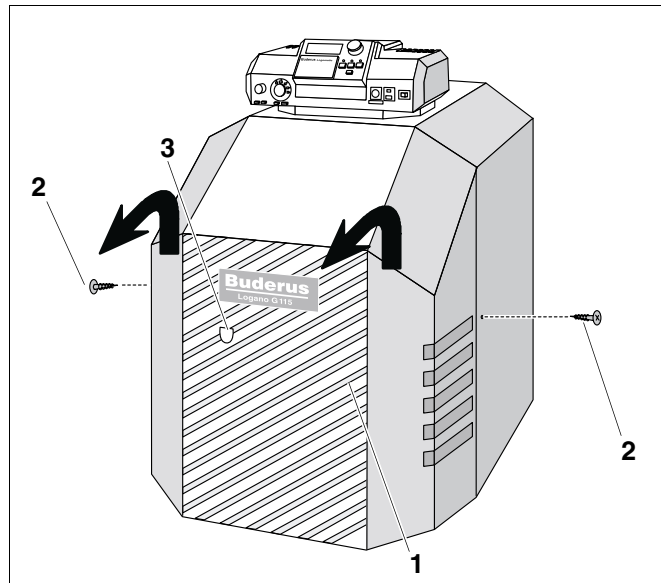

Fig. 5 Retirar la cubierta del quemador
Si la caldera Logano G115 está equipada con un quemador Logatop del modelo BE, podrá pulsar la tecla contra perturbaciones del quemador a través del orificio de la cubierta del quemador (fig. 5, **pos. 3**). No es necesario desmontar la cubierta.
- Suelte los dos tornillos de seguridad (fig. 5, **pos. 2**) de la cubierta del quemador (fig. 5, **pos. 1**).
- Retire la cubierta del quemador (fig. 5, **pos. 1**).